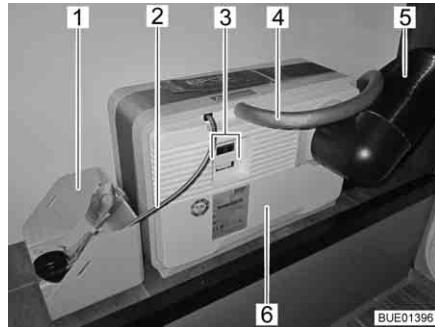
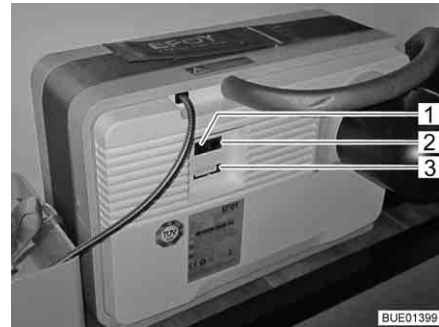
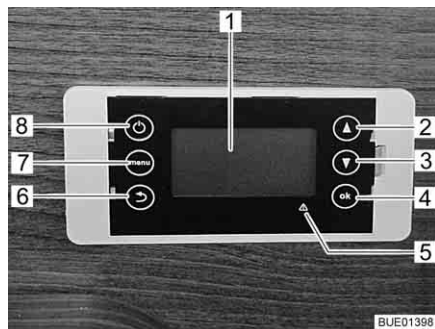

Fig. 137 Pile à combustible avec cartouche de réservoir
Fig. 138 Champ de raccordement de la pile à combustible
Fig. 139 Unité de commande de la pile à combustible
La pile à combustible se constitue de plusieurs composants qui sont intégrés dans le coffre arrière (Fig. 137), ainsi que d'une unité de commande (Fig. 139) situé dans l'espace habitable.
La pile à combustible (Fig. 137,6) comporte :
- Le raccordement du tuyau d'évacuation d'air (Fig. 137,4) ou l'orifice de remplissage du Service Fluid
- le tuyau de dissipation de la chaleur (Fig. 137,5)
- les branchements électriques (Fig. 137,3) avec interface de données (Fig. 138,2), raccordement de l'appareil (Fig. 138,3) raccordement pour le panneau de commande (Fig. 138,1)
La pile à combustible comporte une cartouche de réservoir qui est reliée à la pile à combustible (Fig. 137,6) par le raccordement du réservoir (Fig. 137,2).
La cartouche de réservoir est immobilisée dans la fixation de la cartouche (Fig. 137,1).
La pile à combustible recharge automatiquement les batteries de cellule quand la tension de ces batteries chute au-dessous de 12,3 V et quand la pile à combustible est mise en marche avec la touche Marche/Arrêt (Fig. 139,8).
- Unité de commande** L'écran (Fig. 139,1) de l'unité de commande comporte quatre lignes. La première ligne indique le mode de fonctionnement sélectionné :
- Dans les deux dernières lignes sont affichées des informations telles que tension de batterie, courant de charge et niveau de la cartouche de réservoir. La touche de menu (Fig. 139,7) permet d'accéder au menu principal :
- En cas de dérangement, l'indicateur rouge correspondant (Fig. 139,5) s'allume et un message apparaît à l'écran. Le message se compose d'un code d'erreur et de consignes permettant d'éliminer le dérangement. Réinitialiser le système une fois le dérangement éliminé.